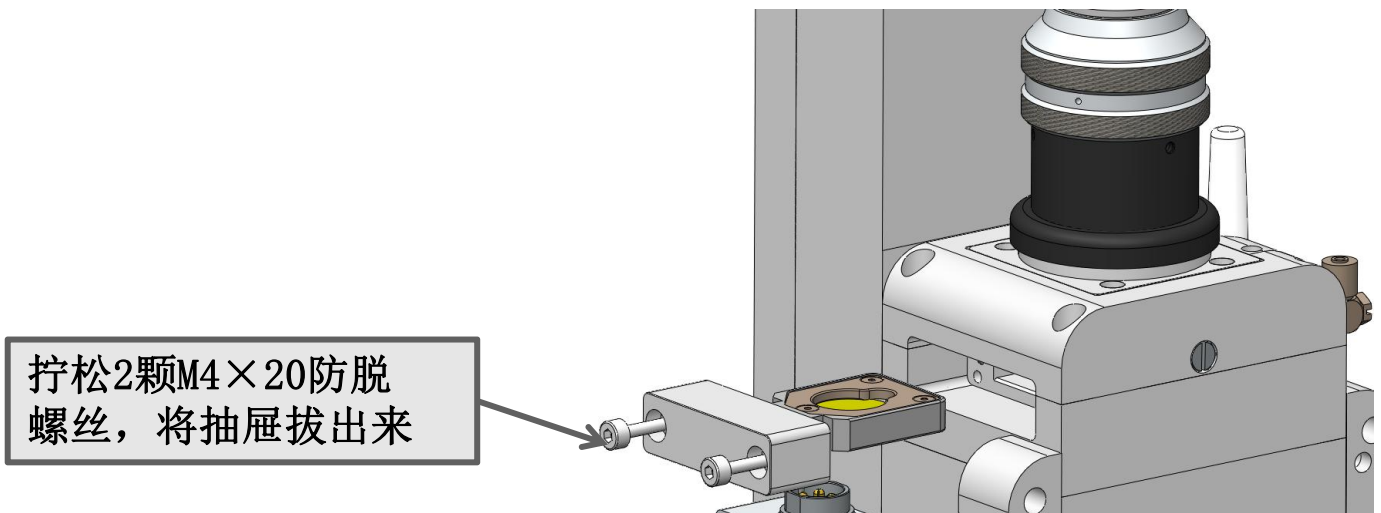
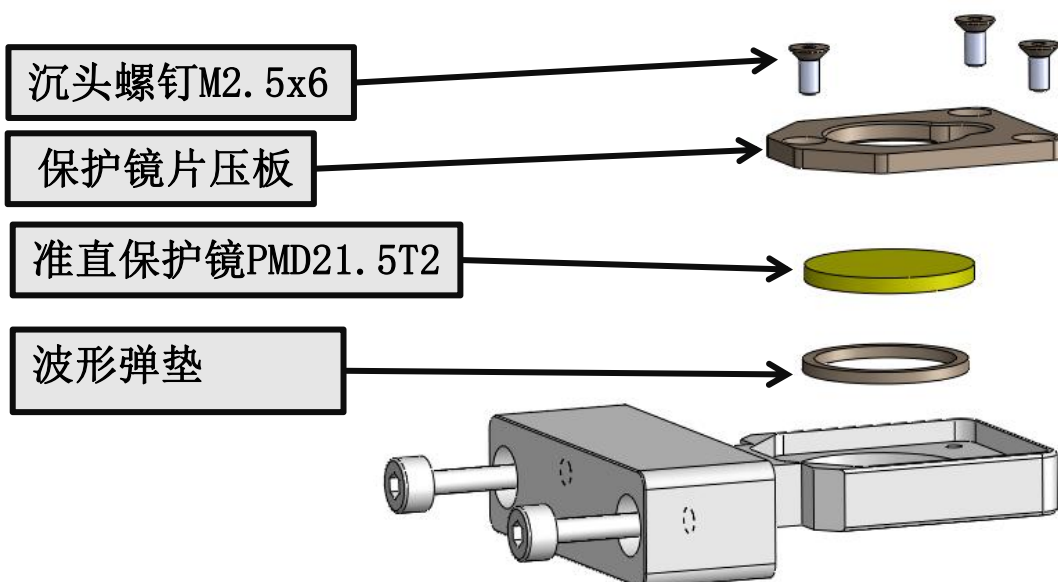

图4.1
图4.2
5.1.1 准直保护镜的拆装，拆装方法如下图4.1、图4.2所示：